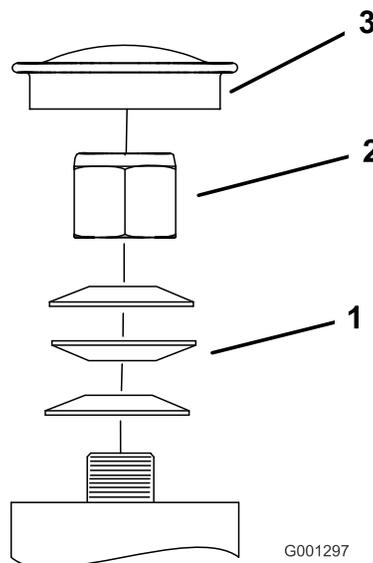
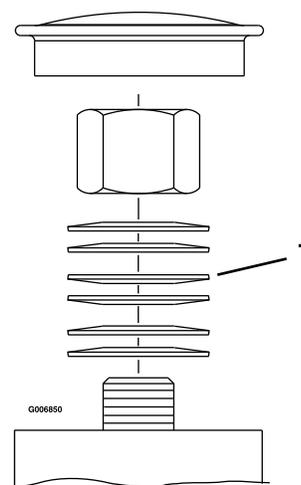

Figura 52
Figura 53
3. Retire o tampão antipoeira da roda giratória e aperte a porca de bloqueio (Figura 52 e Figura 53).
aplicar devidamente a pré-carga nos rolamentos (Figura 52 e Figura 53).
**Importante:** Certifique-se de que as anilhas de mola estão corretamente montadas como apresentado na Figura 52 e Figura 53.